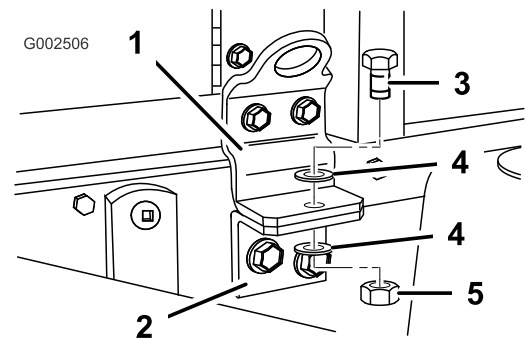

Figure 23
15. Fixez l'ensemble patin de cuve au châssis par un boulon (1/2 x 1-1/2 pouces), deux rondelles (1/2 pouce) et un contre-écrou (1/2 pouce), comme illustré à la Figure 23.